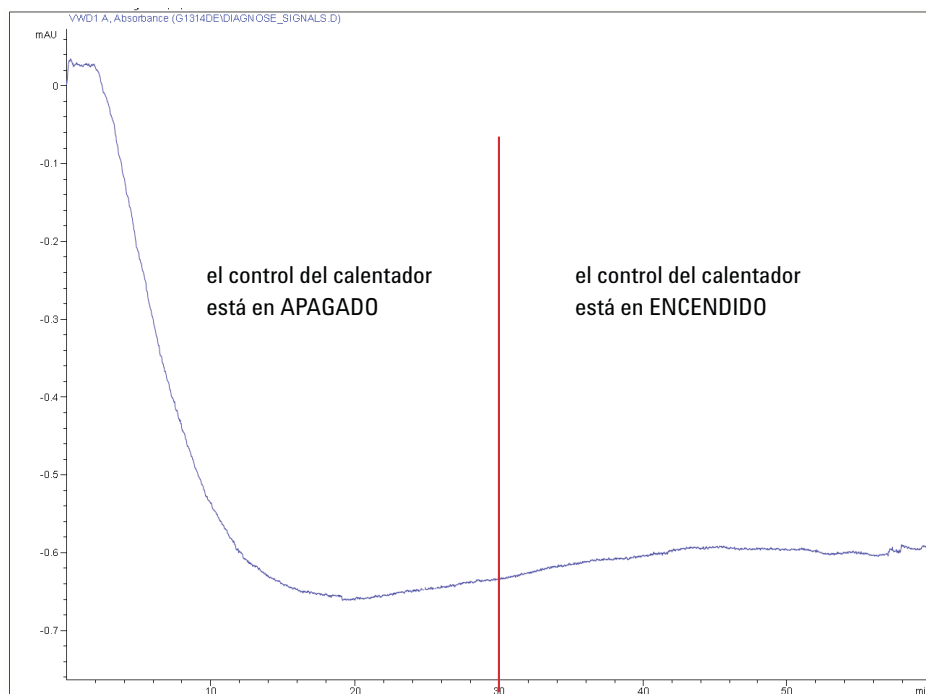

Figura 38 Estabilización de la línea de base tras encender el detector
- 6** Deje que el detector se caliente durante al menos 60 minutos para conseguir una línea de base estable (ejemplo: **Figura 38** en la página 94).